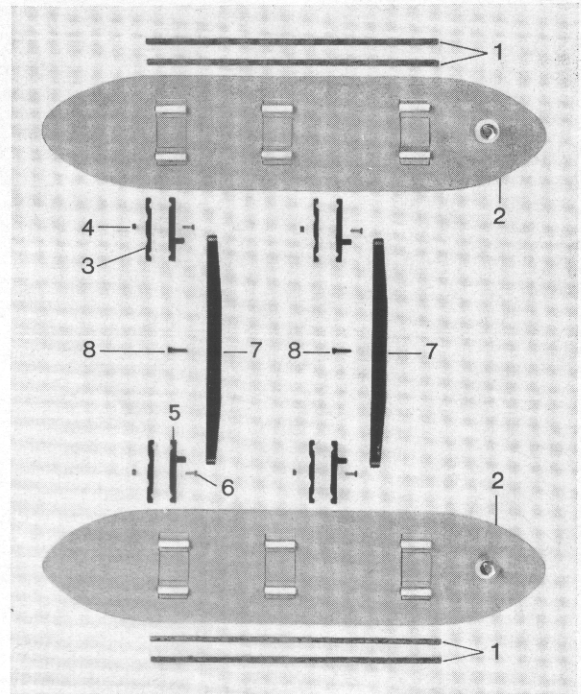
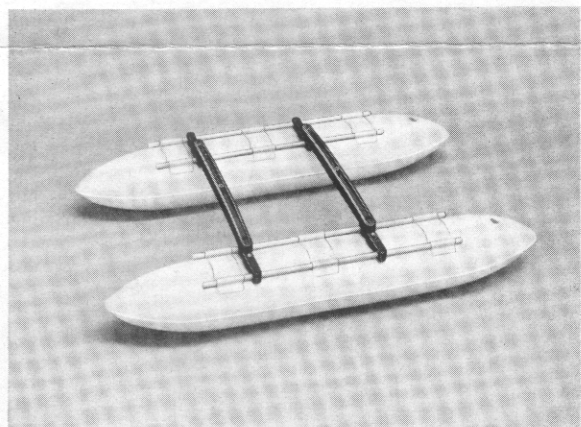

Abb. 1
Abb. 2
In der Abb. 1 sind die Einzelteile des Bausatzes zu sehen. Die vier Rundhölzer (1) mit GLATTFIX-Porenfüller (Best.-Nr. 207) streichen, verschleifen und anschließend mit gelbem SPANNFIX-Immun (Best.-Nr. 1408/4) mehrmals lackieren. Nach dem Trocknen des Lackes die Stäbe so in die Taschen der Schwimmerkörper (2) stecken, daß sie auf beiden Seiten im gleichen Abstand über die vorderen und hinteren Taschen stehen. In Flugrichtung gesehen zeigen die Ventile der Schwimmerkörper zum Heck des Hubschraubermodells. In die Aussparungen der vier Schellen-Unterteile (3) die vier Sechskantmutter (4) eindrücken. Die Unterteile so unter die Rundhölzer schieben, wie aus Abb. 2 ersichtlich (Mutter nach unten). Jetzt die Schellen-Oberteile (5) darübersetzen. Die Zapfen zeigen jeweils zur Rumpf-Innenseite. Mit den Schrauben (6) die Schellen-Ober- und Unterteile verbinden. Die Schrauben vorläufig von Hand eindrehen, damit sich bis zur endgültigen Festlegung die Schellen auf den Rundstäben noch verschieben lassen. Beide Schwimmerkörper werden jetzt mit den Querstreben (7) verbunden. Dazu die Streben mit der geraden Seite nach unten auf die Bolzen der Schellen-Oberteile fest aufdrücken, Klebelack angeben. Nun alles ausrichten: die Querstreben müssen in die Fahrwerksträger (110) und (111) vom Rumpf-Vorderteil passen. Dabei soll die Mitte der Schwimmerkörper genau unter der Mitte der Hauptrotorwelle liegen. Dann die Schrauben (6) endgültig festziehen. Die beiden Schwimmerkörper durch die Ventile aufblasen, Ventile mit Stopfen verschließen und nach innen drücken.